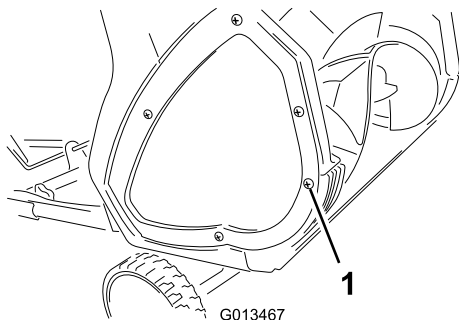
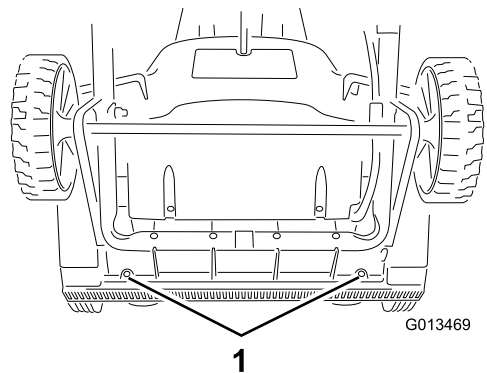

Figura 13
Figura 14
1. Retire el tornillo que sujeta el rascador a cada chapa lateral (Figura 13), y retire los 2 tornillos de debajo de la máquina (Figura 14) que sujetan el rascador a la máquina.